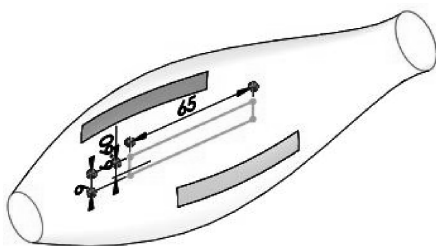

图 4-47 分割曲面
- 05 利用菜单栏中【插入】|【曲线】|【分割线】命令，选择草图曲线，在旋转曲面上进行分割，如图 4-47 所示。